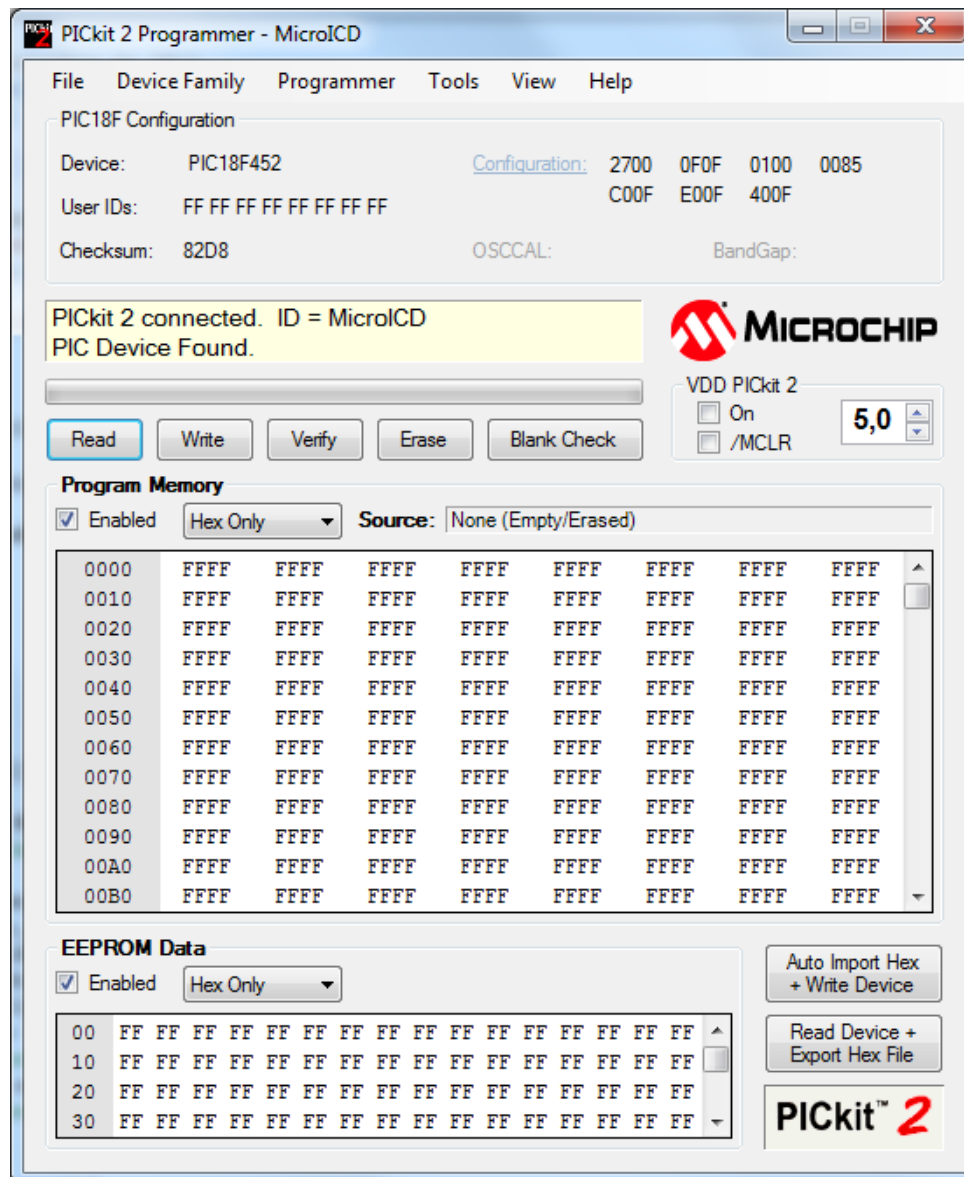

Figura 19: 1º Passo.
- **1º Passo:** Compilado o projeto e montado o kit, o próximo passo é enviar o arquivo “.hex” para o microcontrolador. Para isso, execute o *software* “PICkit 2”. Será então mostrada uma tela igual a exibida na Figura 19, essa é a tela principal do *software* que realizará a programação do kit. **Atenção: o kit já deve estar conectado no PC pelo gravador.**